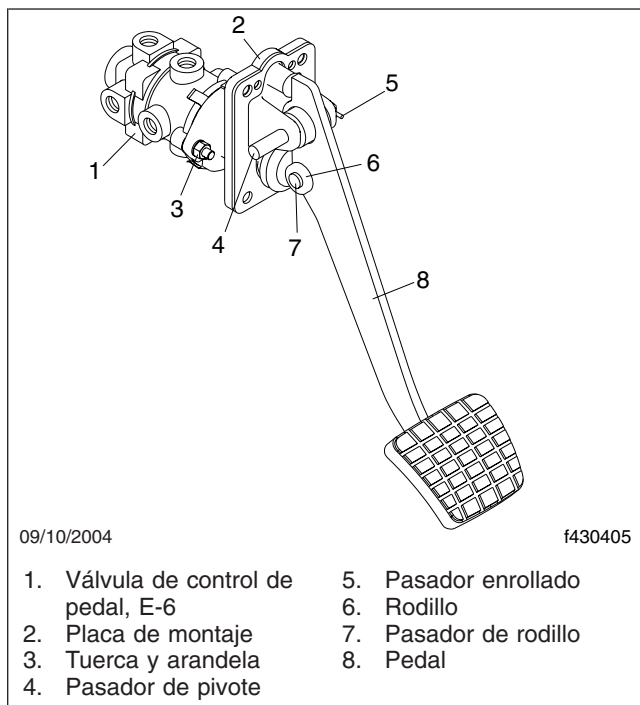

Figura 8, Ensamble de pedal del freno y válvula
2. Retire el pasador de rodillo del pasador de pivote del pedal de freno. Vea la **Figura 8**.